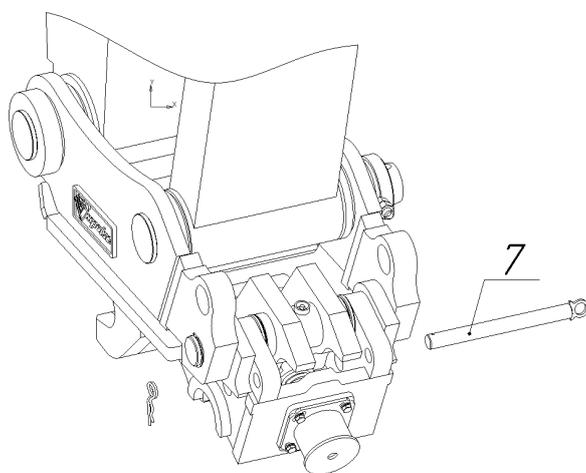

Рис. 4
1. Извлеките фиксатор 7 из квик-каплера (рис. 4) предварительно вынув шплинт.